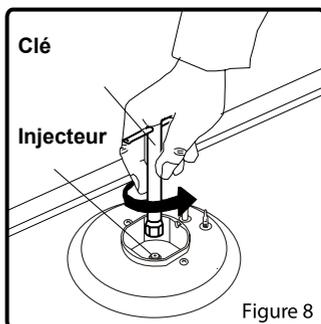

Figure 8
- Dévisser les injecteurs Utilisez à cet effet une clé de 7 mm (Figure 8).